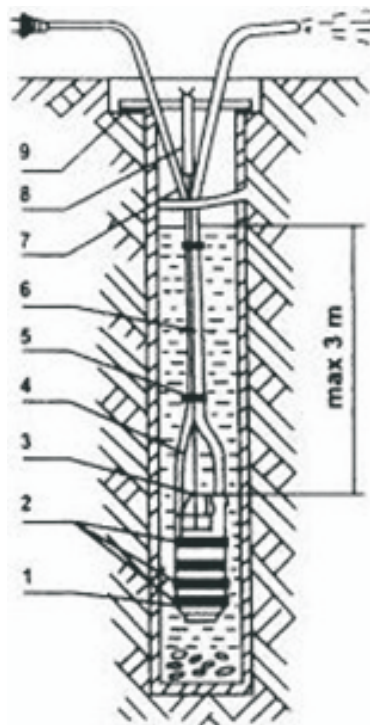

рис. 2
1. Присоединить к напорному патрубку (рис.1-п.3) шланг (рис.2-п.6) и закрепить его хомутом или проволокой (рис.2-п.3). Для подсоединения к насосу использовать только гибкие шланги из резины или пластмассы с внутренним диаметром 15мм. Применении шлангов меньших диаметров создает дополнительную нагрузку на насос. Установка шлангов больших диаметров на рабочие показатели насоса не влияет.
2. Прикрепить к насосу через проушину (рис.1-п.4) нейлоновый трос(рис.2-п.4). Узел, закрепляющий трос, во избежание его засасывания в насос расположить не ближе 10 см от входных отверстий (рис.1-п.2) в стакане. Кончики троса оплавить.
Допускается использовать стальной трос или проволоку, соединяя их только через нейлоновый трос длиной не менее 5 м, прикрепленный к насосу. Крепление стального троса или проволоки непосредственно к проушинам насоса приводит к их немедленному разрушению. При установке насоса в неглубоких колодцах с длиной троса менее 5 м крепление троса к перекладке необходимо производить через пружинящую подвеску (рис.2-п.8), так как насос должен свободно вибрировать. Упругая установка приводит к выходу насоса из строя. Для пружинящей подвески могут быть применены полосы из мягкой резины, выдерживающие соответствующую нагрузку.
3. Шнур питания (рис.2-п.7), шланг и нейлоновый трос скрепить вместе липкой изоляционной лентой (рис.2-п.5) или другими связками (кроме проволоки) через промежутки 1-2 м. Первую скрепку сделать на расстоянии 20-30 см от корпуса насоса.
5. Опустить насос под воду, проследив, чтобы шнур питания не натягивался, и закрепить трос за перекладку или другое удерживающее устройство (рис.2-п.9).
На насосе, работающем в скважине, при наличии следов истирания на корпусе, следует поправить защитное кольцо (рис.2-п.2). При необходимости установить дополнительные кольца, вырезав их из резины. Наличие следов трения на корпусе под шнуром питания указывает на его чрезмерное натяжение при установке насоса, что может привести к обрыву токоведущих жил. При последующей установке исключать натяжение шнура питания.